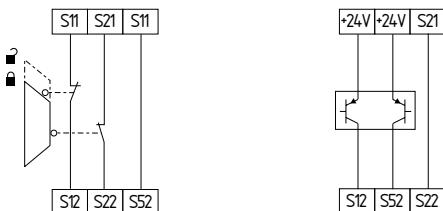

Abb. 12
**Zweikanalige Schutztürüberwachungs-Schaltung mit Verriegelungseinrichtungen nach EN 1088 (siehe Abb. 12)**